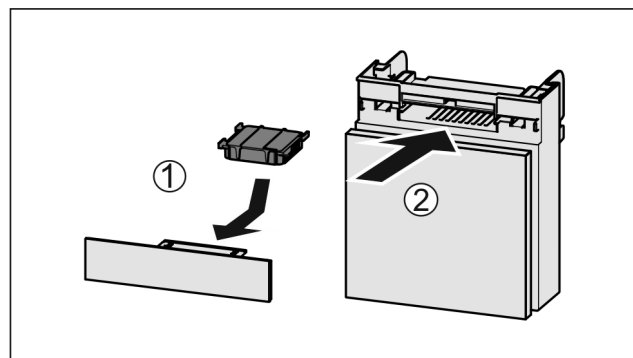

Fig. 170
- Aktivkohlefilter nach Abbildung einsetzen Fig. 170 (1).
- Fach einschieben Fig. 170 (2).